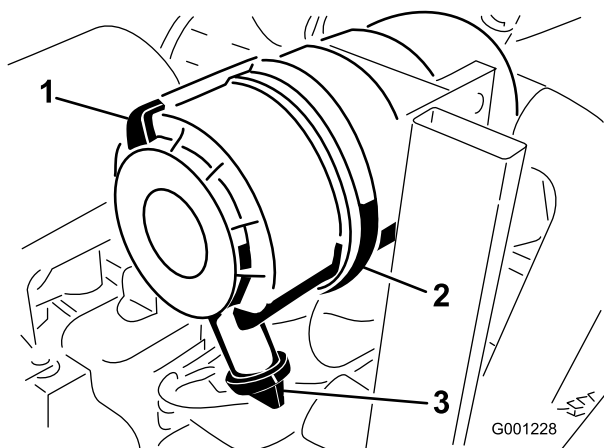

Figura 47
1. Tirate il fermo verso l'esterno e ruotate il coperchio del filtro in senso antiorario (Figura 47).
2. Togliete il coperchio dal corpo del filtro dell'aria (Figura 47).
8. Montate il coperchio con la valvola di uscita in gomma disposta in giù, in una posizione tra le ore 5 e le ore 7 vista dall'estremità (Figura 47).